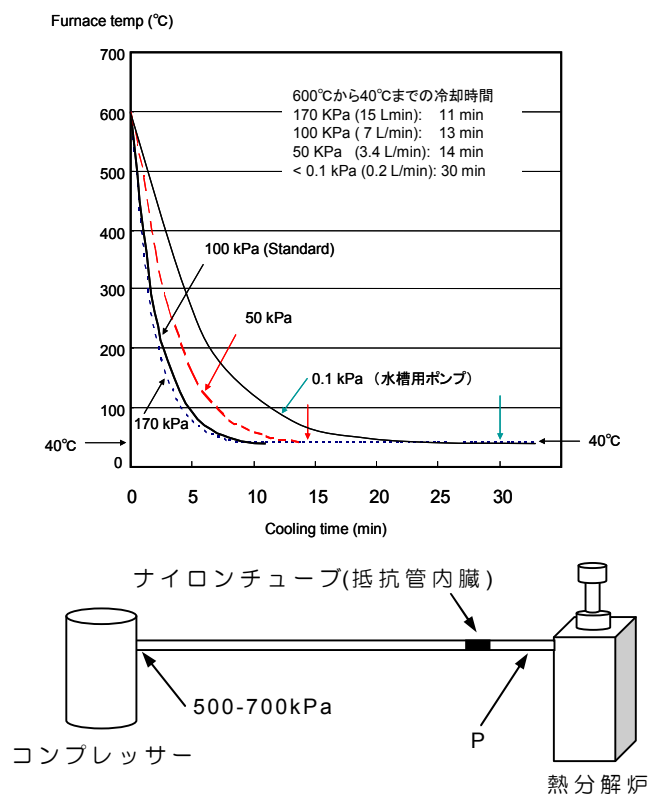

Fig. 2.1 冷却空気圧力の違いによる熱分解炉温度と冷却時間の関係（外気温度 20°C の時）
冷却空気の圧力の違いによる熱分解炉温度と冷却時間の関係を Fig. 2.1 に示します。ここで示した圧力は、熱分解炉に導入するナイロンチューブ（PY1-7801）出口の圧力（P）です。
- 1) FID 用の空気を分岐して使用する場合は、FID での高感度分析に影響があります。また、家庭用簡易水槽ポンプ（AC100V,3W 以下）を別途購入されることにより、温度制御器背面「EXT PUMP」に接続することで、加熱炉温度を 40℃程度まで冷却可能です。（Fig. 2.1 参照）